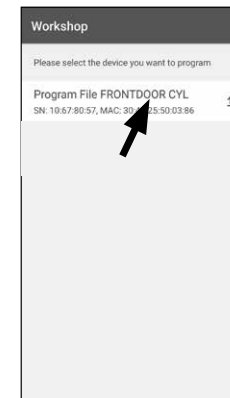

Abb. 92
- ⑪ Es wird Ihnen nun die Programmierdatei für das Schloss angezeigt. Um sie auf den Zylinder zu übertragen, tippen Sie auf die Bezeichnung Ihres Schlosses. (Hier „Program File FRONTDOOR CYL“) (Abb. 92).